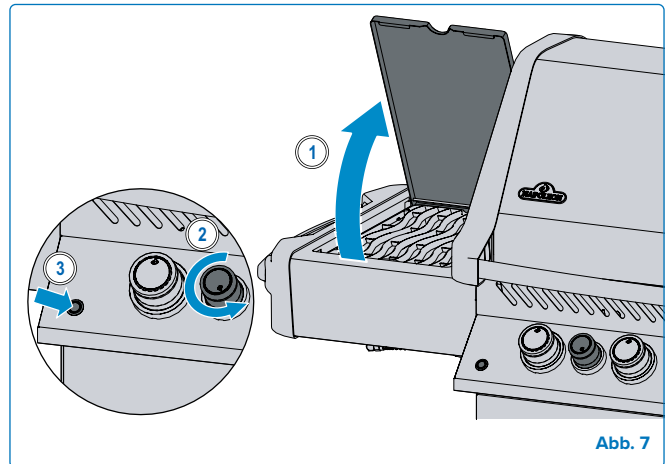

Abb. 7
4. Wenn der Brenner nicht zündet - Brennerknopf im Uhrzeigersinn in die Position OFF drehen. 5 Minuten warten. Wiederholen Sie die Schritte 2 und 3 (**Abb. 7**).